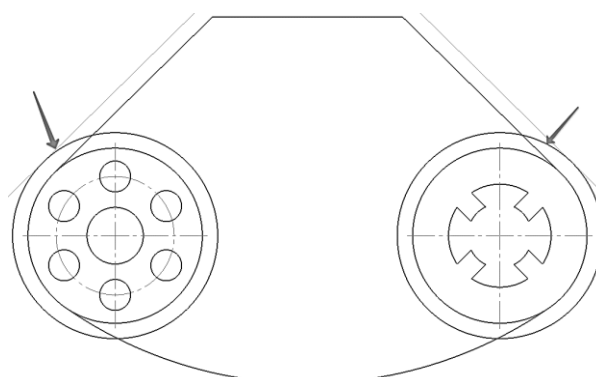

Рис. 59. Построение окружностей
2.12.2 Построим окружности диаметром 80 ( $68 \text{ мм} + 2 \times 6 = 80 \text{ мм}$ ) (рис. 59).